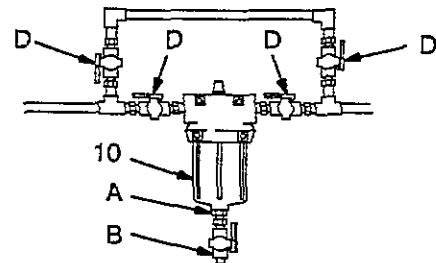

Abb. 3.2
Filter und By-pass-Rohr so installieren, wie in Abb. 3.2 gezeigt. Ein Adapter (A) und ein Kugelhahn (B) müssen in der Filtertasse angebracht werden, um den Materialdruck zu entlasten, bzw. das Material abzulassen. Vier Kugelhähne (D) an jeden Filter Ein- und Ausgang montieren, um den Filter zu isolieren, wenn dieser gereinigt werden muß.